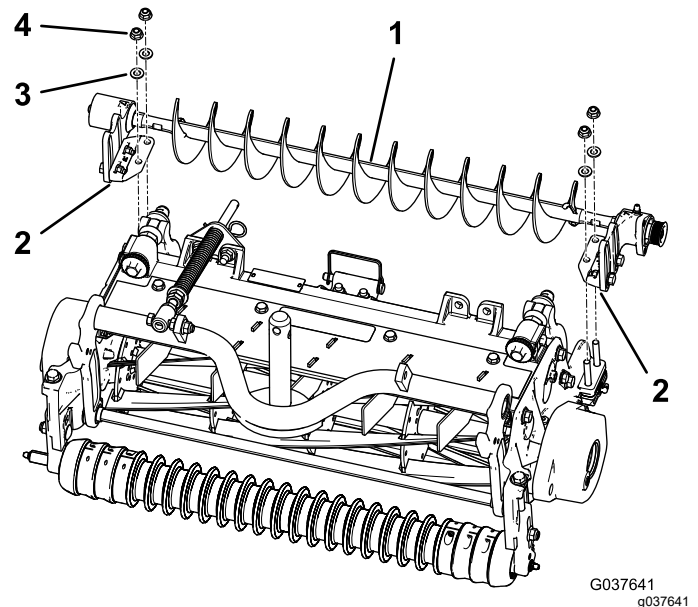

Figura 9
4. Posizionate le staffe di montaggio del gruppo spazzola per rulli di sinistra o destra sui bulloni della staffa per rulli (Figura 9).